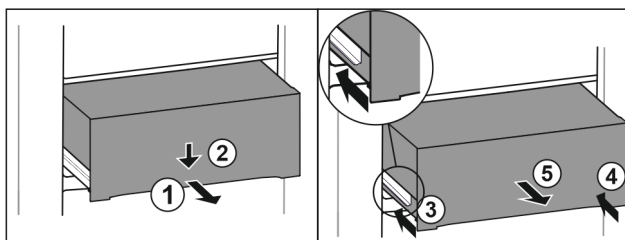

Fig. 146
- Zásuvku napůl vytáhněte. Fig. 146 (1)
- Stlačte zásuvku na přední straně dolů. Fig. 146 (2)
- Zasuňte levou kolejničku přibližně do 2 cm. Fig. 146 (3)
- Zasuňte pravou kolejničku přibližně do 2 cm. Fig. 146 (4)
- Vyjměte zásuvku dopředu. Fig. 146 (5)